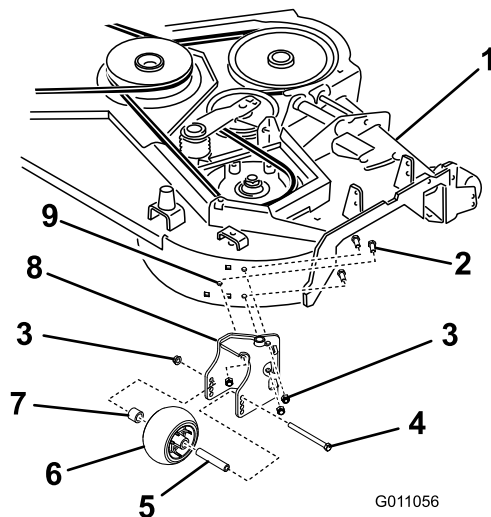

Figura 6
5. Instale a nova articulação do soprador com 3 parafusos (3/8 x 1 pol.) e 3 porcas de bloqueio (3/8 pol.) usando os orifícios perfurados (Figura 6).
6. Instale o rolo anti-dano na articulação do soprador com o parafuso de eixo previamente removido (3/8 x 4-1/2 pol.), cunha, bucha e porca flangeada (3/8 pol.) (Figura 6).